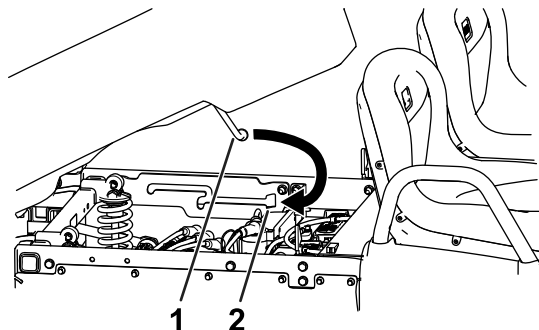

Figure 5
4. Réglez la hauteur et la position du matériel de levage afin que la tige courte de la béquille soit en face de l'encoche en trou de serrure au bout de la fente dans le profilé de cadre gauche ou le support de béquille (Figure 5).
5. Pivotez la béquille en avant et insérez la tige courte de la béquille dans l'encoche (Figure 5).